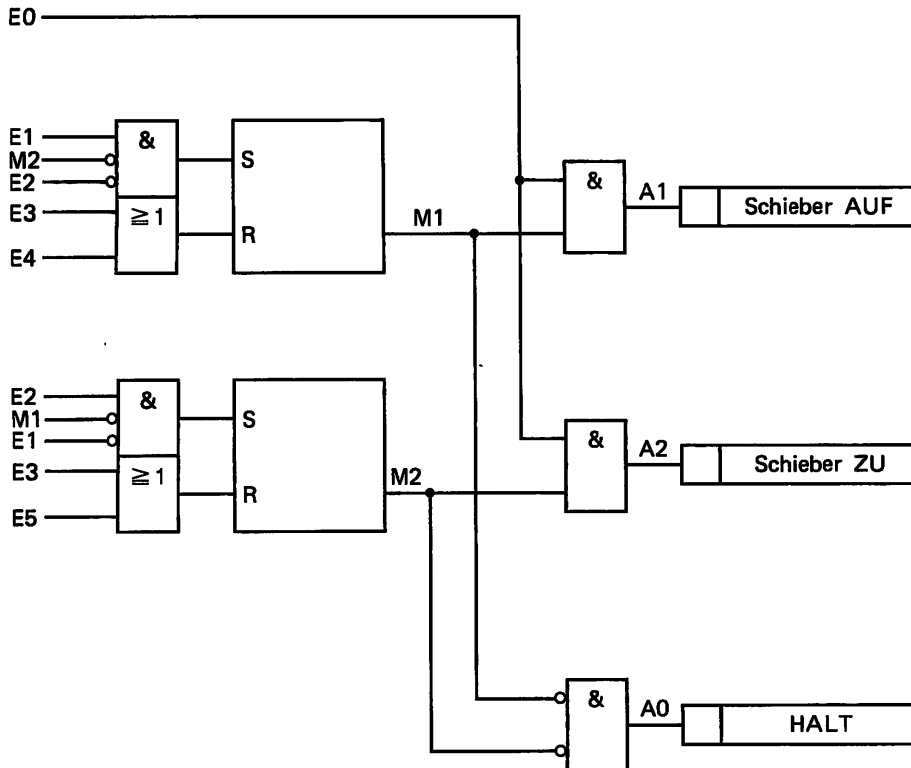
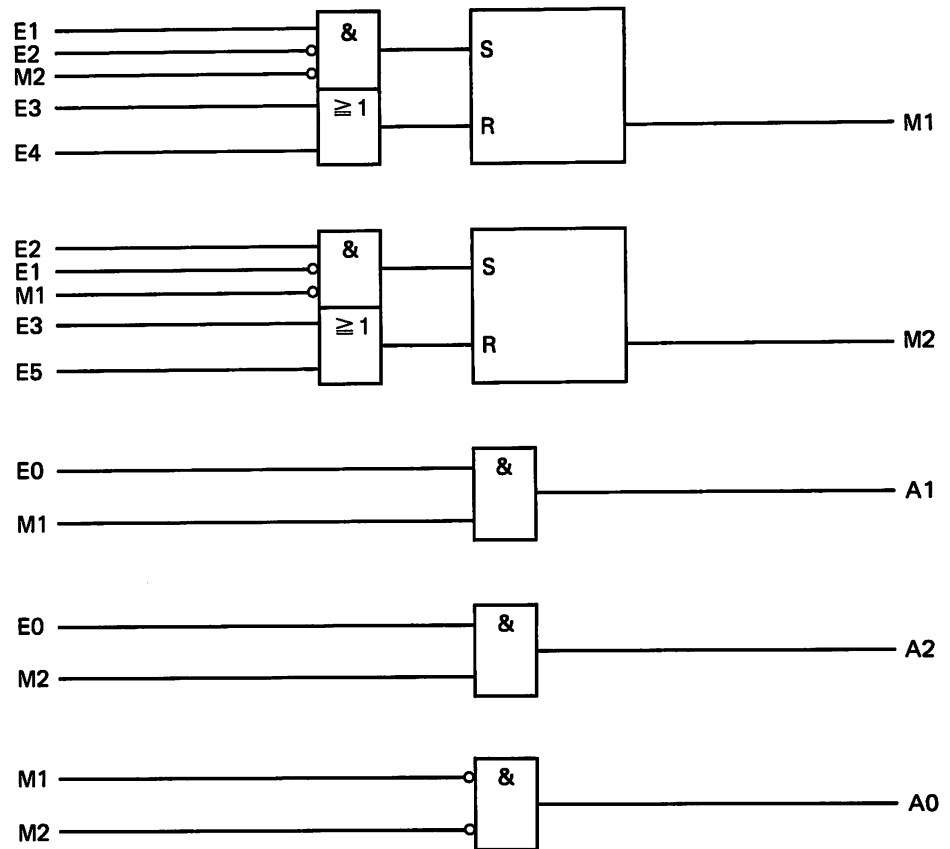

Bild F19.1
Bild F20.1
- a) Das Bild F19.1 enthält einen Schaltungsvorschlag. Die Schaltung von Bild F19.1 ist in Bild F20.1 in die aufgelöste Darstellung umgesetzt.